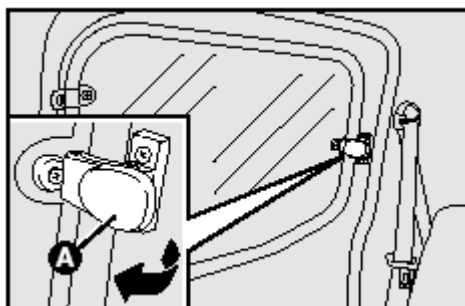

рис. 67
- Отодвинуть рычаг **А** - рис.67 в наружную сторону до полного открывания стекла.